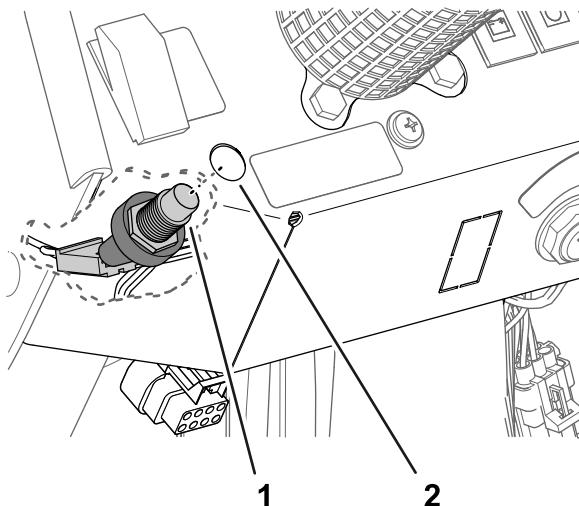

Figura 26
5. A partir da parte inferior do painel de instrumentos, alinhe o corpo do interruptor da buzina através do furo (Figura 26) no painel de instrumentos que fez no passo 1.